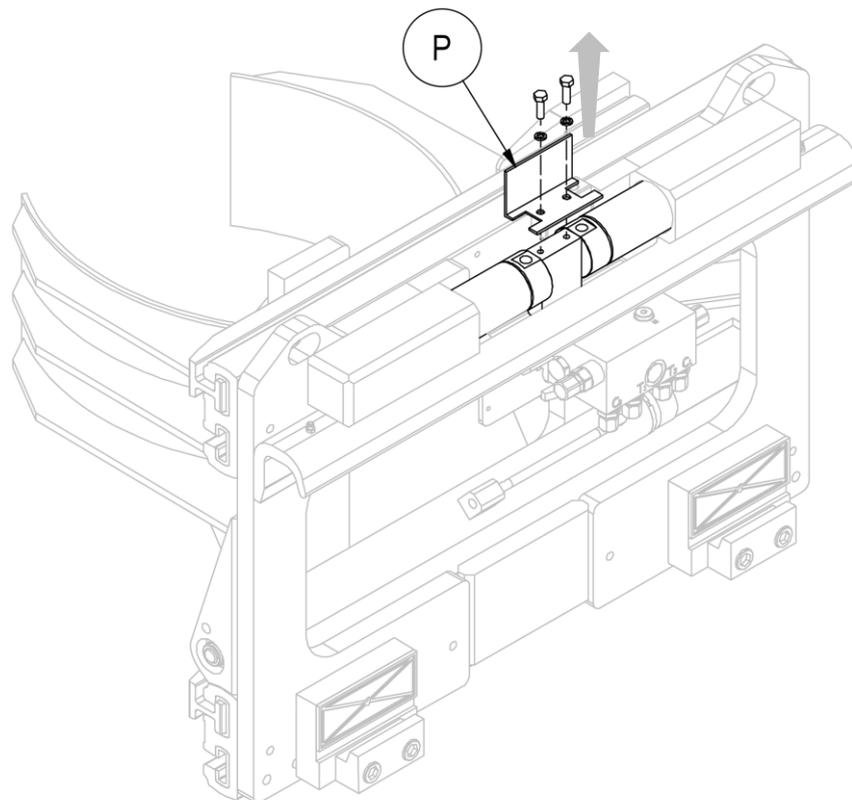
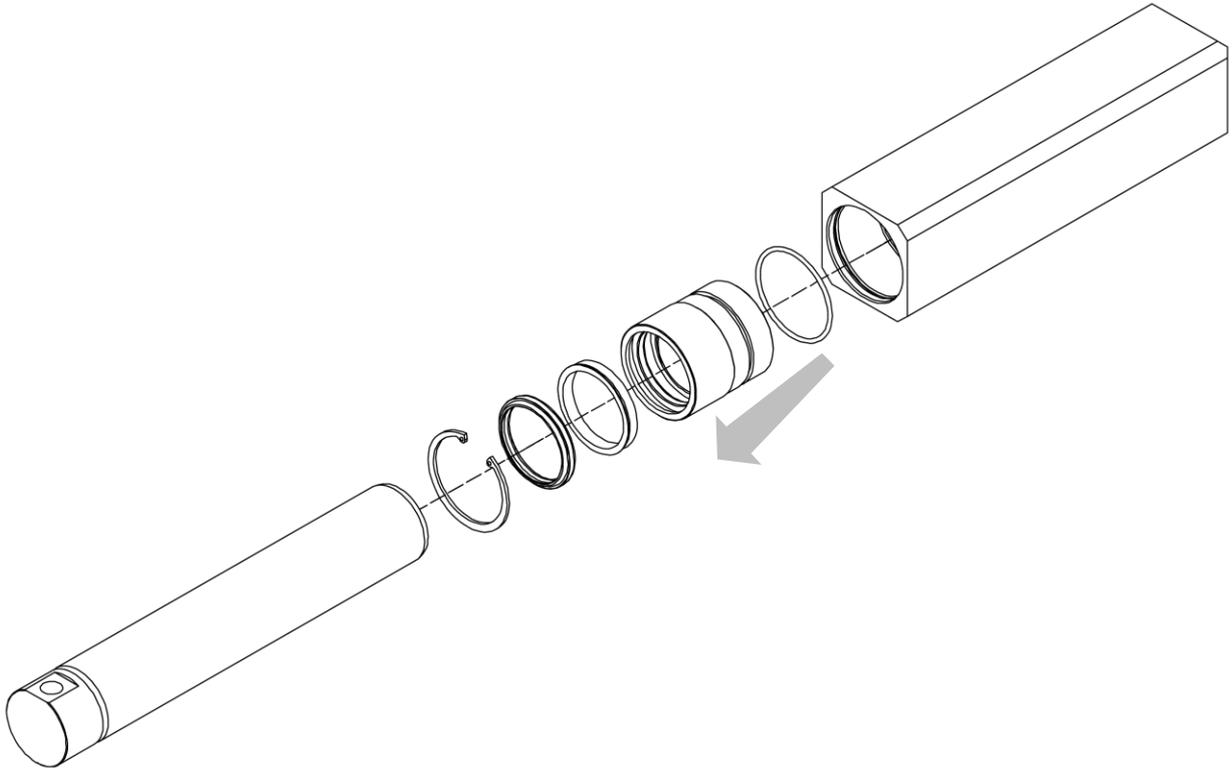

Figura 50
Figura 51
3. Rimuovere il doppio gancio dopo aver rimosso il piegato di protezione (P) con le relative viti (nella fase *Rimozione Attrezzatura Dal Carrello* è già stato specificato questo passaggio).
7. Prendere come riferimento la *Figura 50* e la *Figura 51*.